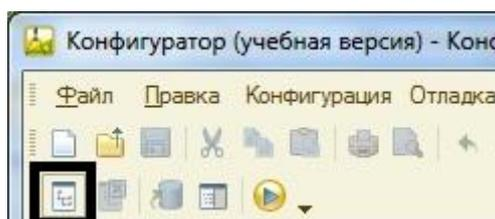

Рисунок 13 Фрагмент панели инструментов
- Если конфигурация не открыта (дерево слева), то в меню **«Конфигурация»** выберите пункт **«Открыть конфигурацию»**. Это можно также сделать, нажав на кнопку **«Открыть конфигурацию»** на панели инструментов (рис. 13).